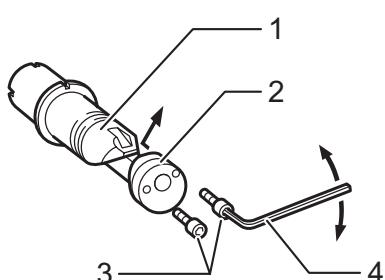

Fig.4
► Fig.4: 1. Die holder 2. Die 3. Bolts 4. Hex wrench